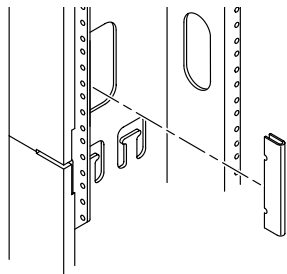

图 3-8 机柜护罩安装
2. 将机柜护罩上的 V 型切口与相应编号的孔对齐，然后紧按护罩中部，直到护罩靠紧机柜边缘为止（图 3-8）。